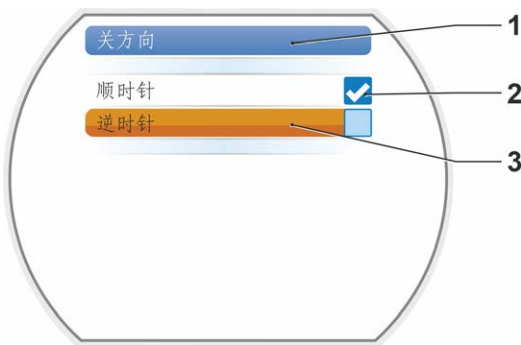

图2：“关方向”菜单
3. 如需修改当前设置值，选择当前设置并确认。进入到“关方向”设置菜单，带有打钩符号 ☒ 的为当前参数设置（如右图2中的2所示）。
4. 把光标移动到所需设置的参数上（如右图2中的3所示）并确认。